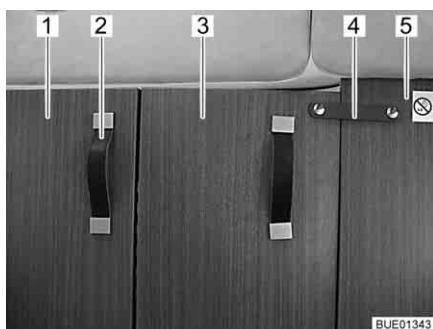

Bild 50 Skiljeplatta till förarhytt, stängd
- Dra in skiljeplattan till förarhytten (Bild 50,1) helt med hållbandet (Bild 50,2).
- Sätt, med låsbandet (Bild 50,4), fast den fällbara delen av skiljeplattan till förarhytten (Bild 50,3) på den fasta mellanväggen (Bild 50,5) bakom passagerarstolen.